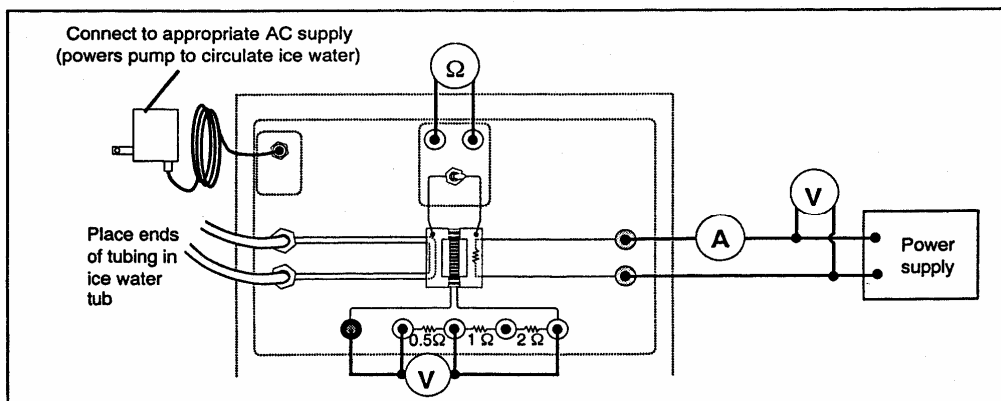

Figure 5.2 Connecting the 0.5Ω load resistor
1. 如图 5.2 接电路，将电源接入热源供电装置，调至约 11V。